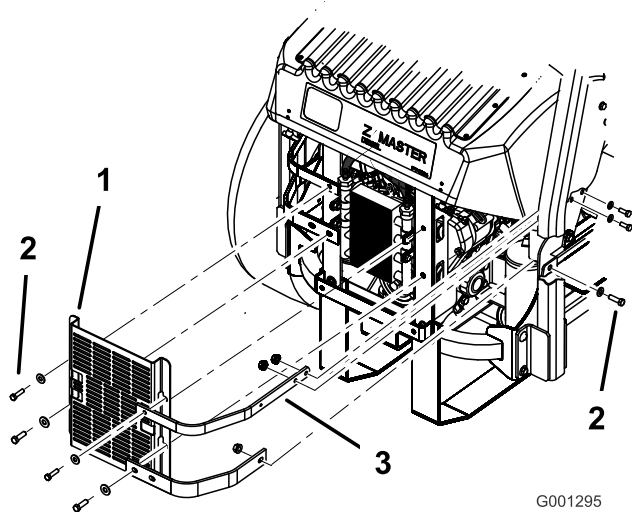

Bild 64
3. Entfernen Sie die vier Schrauben, mit denen die Ölkühlerabdeckung hinten am Rahmen befestigt ist (Bild 64).
4. Nehmen Sie die drei Schrauben ab, mit denen die Motorriemen seitlich an der Maschine befestigt sind (Bild 64).
12. Montieren Sie die Ölkühlerabdeckung und die Motorriemen mit den vier vorher entfernten Schrauben am hinteren Rahmen (Bild 64).
13. Montieren Sie die Motorriemen seitlich an der Maschine (Bild 64).